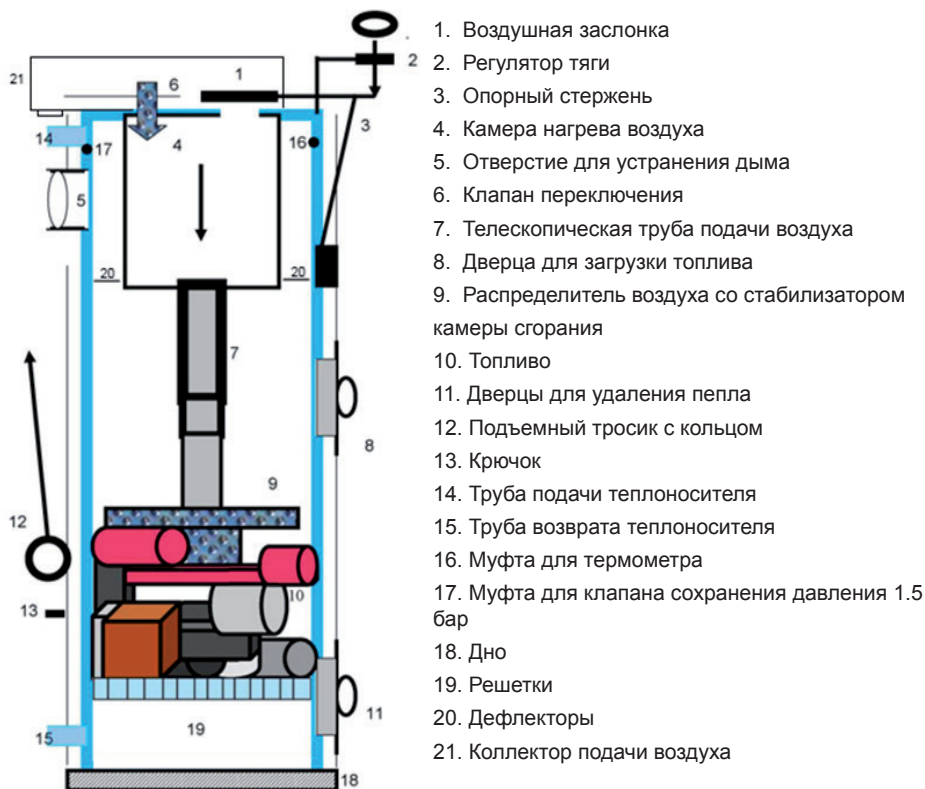
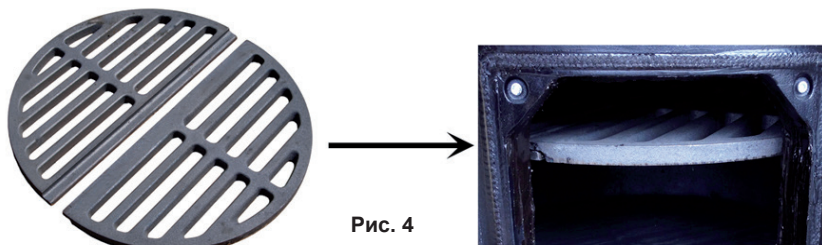
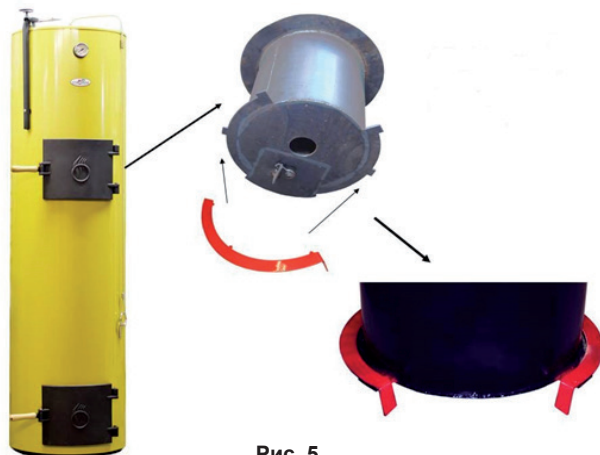

Рис. 1
Рис. 4
Рис. 5
| 2.1. ОПИСАНИЕ КОНСТРУКЦИИ КОТЛА (Рис. 1) .....   | 6  |
## 2.1. ОПИСАНИЕ КОНСТРУКЦИИ КОТЛА (Рис. 1)
На самую маленькую часть телескопической трубы подачи воздуха (7) (Рис. 1) насаживается стабилизатор камеры сгорания (Рис. 3), который в новых котлах – цельный. Мы также производим и восстановленные стабилизаторы из двух частей. Если на телескопической трубе подачи воздуха (7) (Рис.1) есть три отверстия, то стабилизатор фиксируется в третьем отверстии с помощью штыря, а если отверстие лишь одно – необходимо дополнительно сделать еще одно отверстие над существующим отверстием на расстоянии в 55 мм. Прикрепив стабилизатор, прикрепляется распределитель воздуха (Рис. 3).
При сжигании очень сухих и мелких дров, гранул, древесных брикетов и угля, распределитель крепится на центральном отверстии, чтобы расстояние между концом трубы подачи воздуха (7) (Рис. 1) и распределителем уменьшилось до 5-7 мм.
### 3.3. РЕШЕТКИ (Рис. 4)
Используйте решетки (19) (Рис. 1); (Рис. 4) при топке гранулами, углем, торфом или брикетами из древесных опилок. Решетки необходимо повесить на крючки, расположенные в нижней части котла, открыв нижнюю дверцу (11) (Рис. 1). Решетки (19) (Рис. 1); (Рис. 4) найдете в комплектации, открыв нижние дверцы для удаления пепла (11) (Рис. 1). Эта деталь подвешивается в котле „U“ для того, чтобы дополнительный воздух попал через воздушный канал в нижней части котла, который необходим при топке котла углем или торфяными брикетами. В котле „БИО“ решетки подвешиваются для того, чтобы образовавшийся уголь полностью сгорел. Поместите решетки (19) (Рис. 1); (Рис. 4) на дно универсального и „БИО“ котла при топке древесиной. Данная деталь комплектуется при покупке универсального и „БИО“ твердотопливного котла „Stropuva“. Для замены решетки изготавливаются из двух частей.
### 3.4. ДЕФЛЕКТОРЫ (Рис. 5)
Дефлекторы (полумесяцы) 2 шт.(Рис. 5) предназначены для повышения экономичности котла. Установив котел рекомендуем поместить дефлекторы (20) (Рис. 1) через верхние дверцы для загрузки топлива (8) (Рис. 1) на внутренний бочок воздушного подогревателя, на его нижнюю часть.
Если в котле слишком сильная тяга, запустите дополнительный воздух из котельной, используя клапан (зажим дымохода) (Рис. 6), который находится на отверстии для устранения дыма (5) (Рис. 1). Для того, чтобы уменьшить тягу и вибрацию, необходимо открыть отверстие дымохода. Для увеличения тяги – закройте отверстие с помощью зажима дымохода (Рис. 6).
Клапан предназначен для защиты твердотопливных котлов от перегрева. Когда давление воды достигает опасного уровня, клапан открывается, в результате чего горячая вода сливается в канализацию, и в то же время, когда давление в системе падает, отопительная система заполняется холодной водопроводной водой с помощью автоматического пополнения. Клапан должен быть установлен в верхней части котла (17) (Рис. 1) возле дымохода (смотреть пункты 6.2; 6.3; 6.4 в схеме подключения Нр. 23). Холодная водопроводная вода подсоединяется к автоматическому пополнению системы, которое устанавливается на линии возврата теплоносителя отопительной системы вблизи котла.